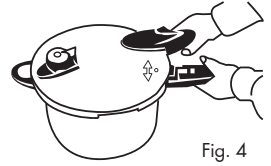

Fig. 4
1. Alinee el símbolo „●“ de la tapa (pieza 7) con el símbolo „▲“ del asa de la olla (pieza 13) (Fig. 4).